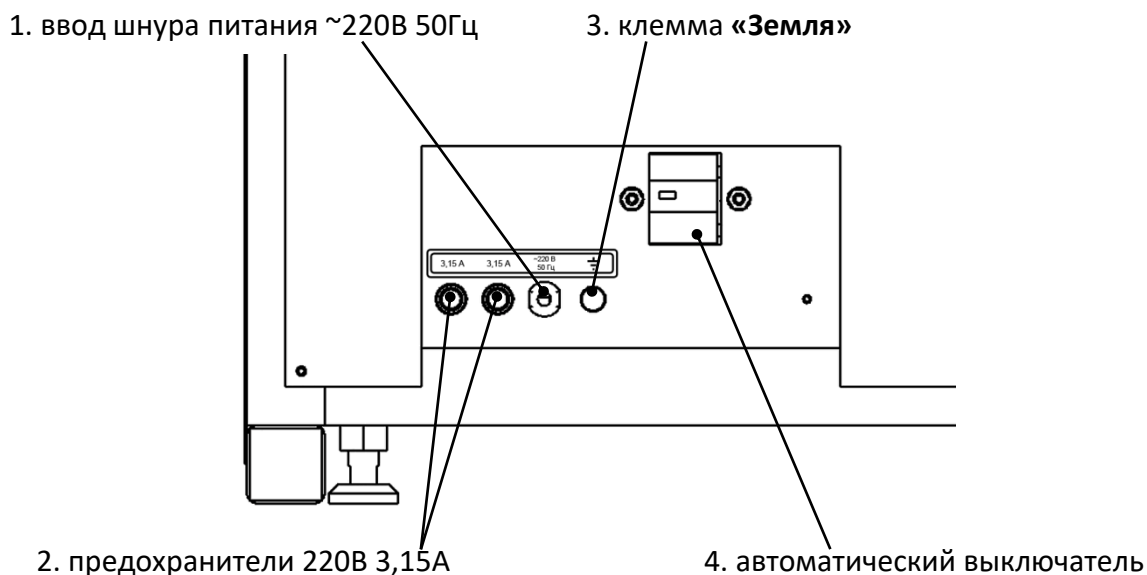

Рисунок 2 – Узел подвода питания
2.3.2.2 Машина подключается в сеть переменного напряжения 220В, 50Гц. Узел подвода питания располагается на задней стенке корпуса машины (см. рисунок 2, страница 5).
3.1.3 Для подключения машины к системе *ЛинтеЛ*® ЛИНК¹ необходимо подключить антенну из комплекта принадлежностей к разъёму на правой стенке блока управления (см. рисунок 2, страница 5).